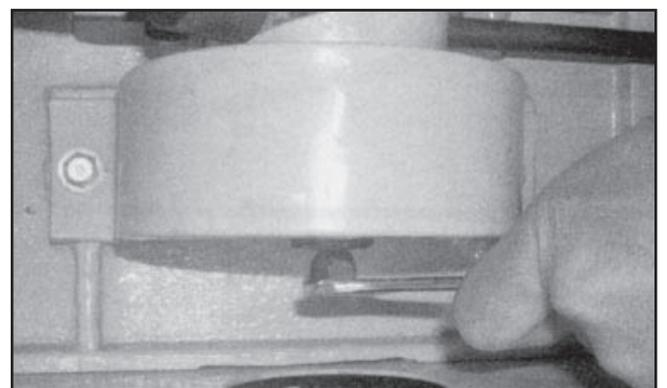

Figura 9. Vista típica de la colocación de la tuerca ahusada
4. Enrosque la tuerca de tensión sobre la punta de la barra de tensión debajo de la mesa, y asegúrese de que el lado ahusado de la tuerca esté hacia arriba como se muestra en la Figura 9.